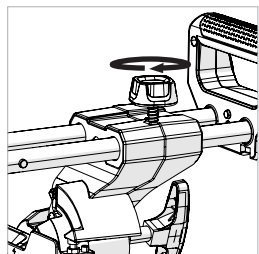

Fig. 12
- Avvitare la vite di bloccaggio scorrimento nel foro filettato posto sopra il braccio di destra del carrello a scorrimento. (**Fig. 12**)